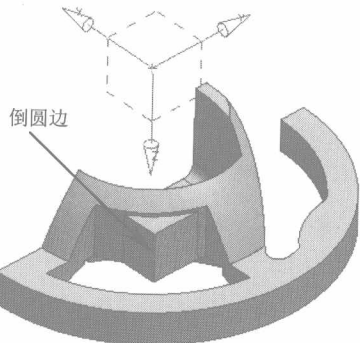
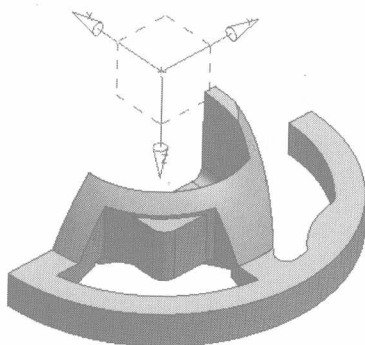

图1-26
图1-27
8. 在菜单栏中选取【插入】/【细节特征】/【边倒圆】命令, 弹出【边倒圆】对话框, 选取图 1-26 所示的实体边缘作为倒圆边, 输入圆角半径为“1.2”, 单击 **确定** 按钮创建边倒圆特征, 如图 1-27 所示。